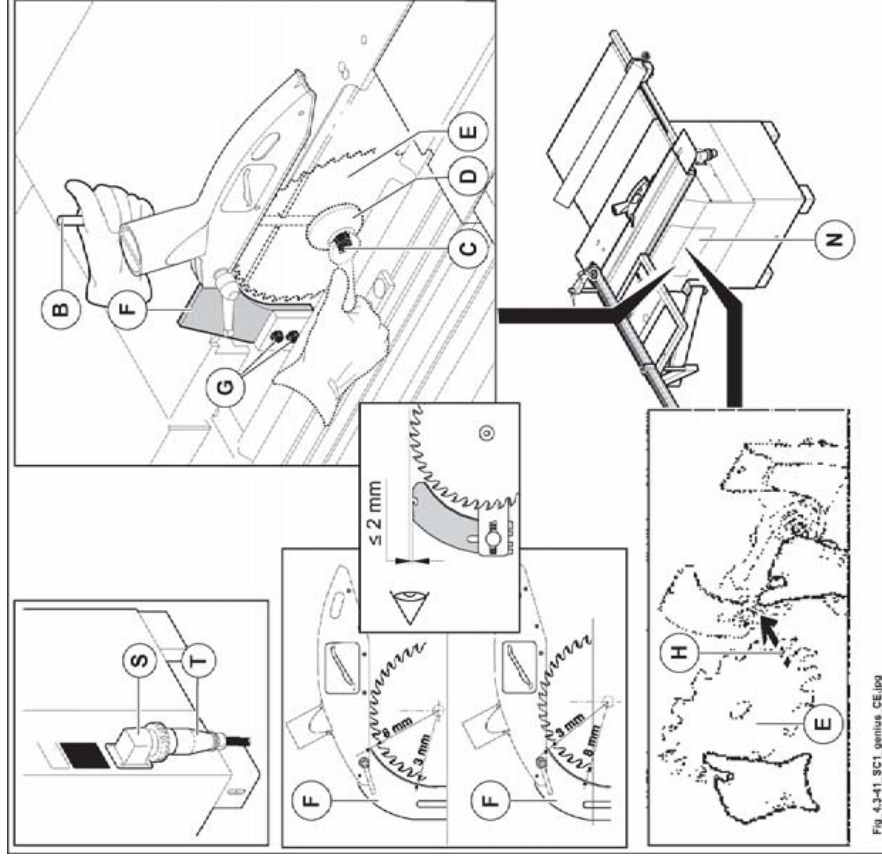

Abb. 4.3-41
diese Tätigkeit muss durch die Zugangstür (N Abb. 4.3-41) durchgeführt werden.
- 2) Öffnen Sie die Tür (N Abb. 4.3-41).
- 4) Den Bolzen (B Abb. 4.3-41) in das Loch auf der Riemenscheibe der Sägezwelle einsetzen.
das Anlassen des Sägemotors wird durch einen Endschalter verhindert wenn Schutzdeckel (N Abb. 4.3-41) offen ist.
die Feststellmutter (C Abb. 4.3-41) des Sägeblattes hat ein linksgängiges Gewinde und ist zum Herausdrehen nach rechts zu drehen.
- 5) Die Feststellmutter (C Abb. 4.3-41) mit dem 24-mm-Inbusschlüssel lösen und den Flansch (D Abb. 4.3-41) entfernen.
- 6) Montieren Sie hintereinander folgende Teile: Säge (E Abb. 4.3-41), Flansch (D Abb. 4.3-41) Mutter (C Abb. 4.3-41) (zur Vermeidung von Vibrationen sind die Flansche vor Montage des Sägeblattes gründlich zu säubern). Um das Eindringen der Säge (E Abb. 4.3-41) zu erleichtern ist es nötig, den Spanförderer etwas zu verbreitern und die Säge durch den Schlitz durchzuführen, der sich an der mit dem Pfeil (H Abb. 4.3-41) gekennzeichneten Stelle gebildet hat.
- 7) Die Mutter mit dem 24-mm-Schlüssel unter Verwendung des Zapfens (B Abb. 4.3-41) anziehen.
- 8) Die Höhenstellung des Zerteilmessers (F Abb. 4.3-41) durch lockern der Mutterschraube (G Abb. 4.3-41) einstellen.
aus Sicherheitsgründen Schutzdeckel (N Abb. 4.3-41) schliessen, andernfalls: